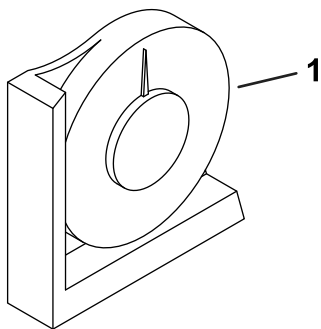

图 3
2. 将手持倾角计随机器提供放到油箱旁边的机架横梁上检查机器是否水平图 3。